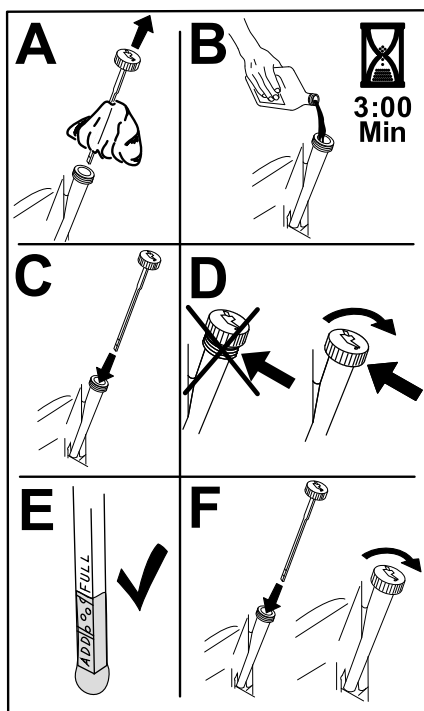

Figura 47
6. Vierta lentamente un 80% aproximadamente del aceite especificado por el tubo de llenado, luego añada lentamente el resto del aceite hasta que llegue a la marca Lleno (Figura 47).